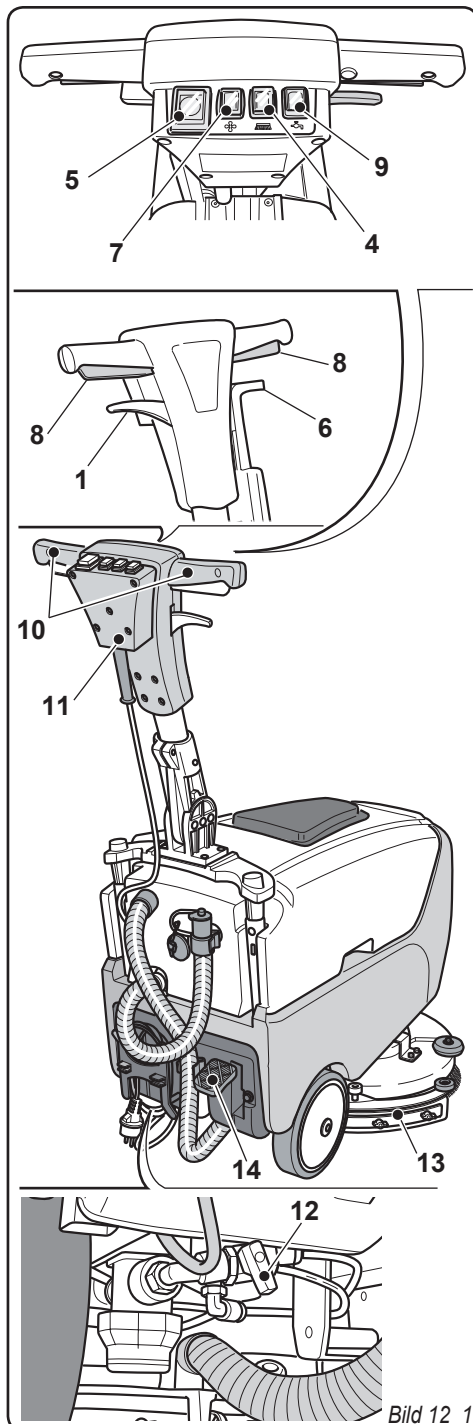

Bild 12_1
- Tryck på knappen (4) som därefter släcks.
9.1.e - Larm under drift (Bild 12/a)